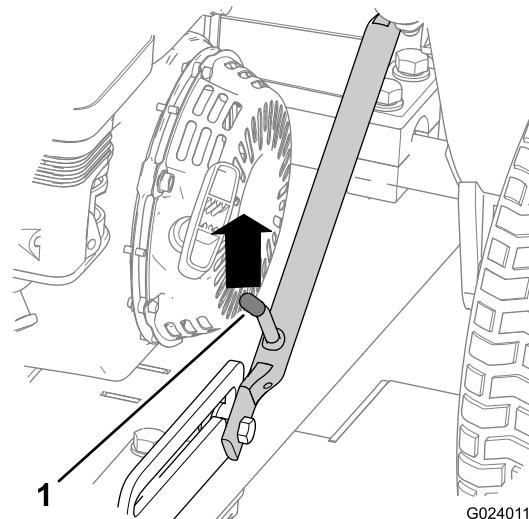

図 7
- ラッチレバーがスライドディテントから外れるまで、ヒッチアセンブリを押し上げる **図 7**。